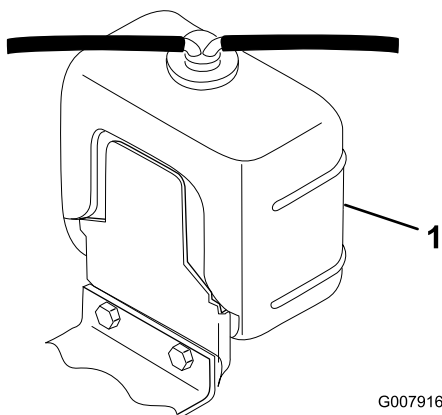

Figure 68
Retirez le bouchon du radiateur et le bouchon du vase d'expansion avec précaution (Figure 68).
2. Vérifiez le niveau du liquide de refroidissement dans le radiateur et le vase d'expansion (Figure 68).